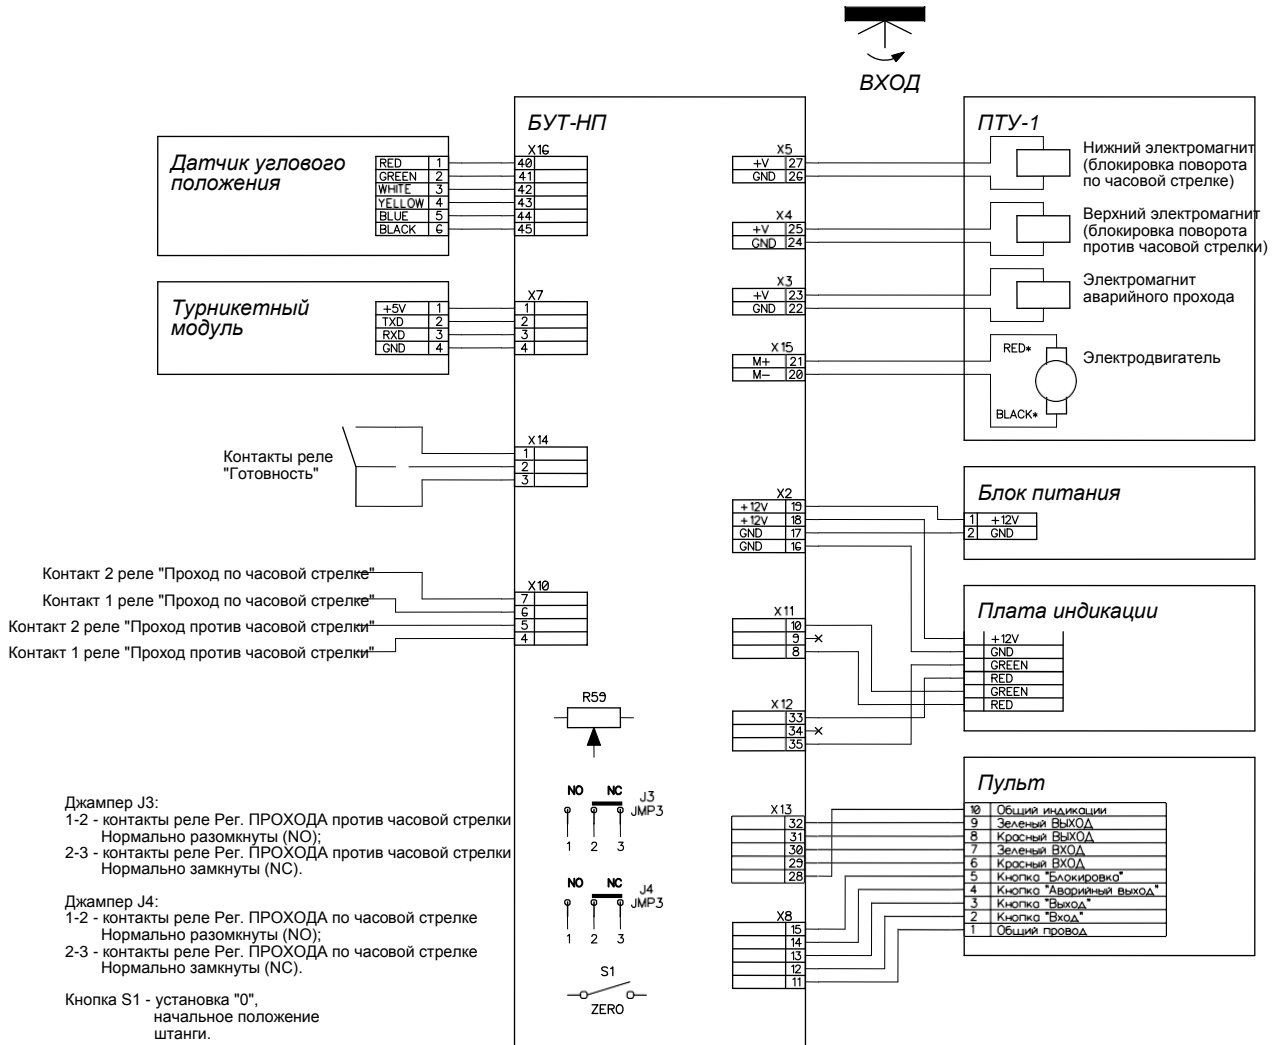

Рис. 7
6) Подключить кабели питания и ПДУ к БУ турникета в соответствии с Рис.7, 8 заземлить корпус турникета. Заземление корпуса турникета производится в соответствии с требованиями «Правил устройств электроустановок с напряжением до 1000 В».
7) Подключить кабель СКУД к БУ турникета в соответствии с Рис.7, 8